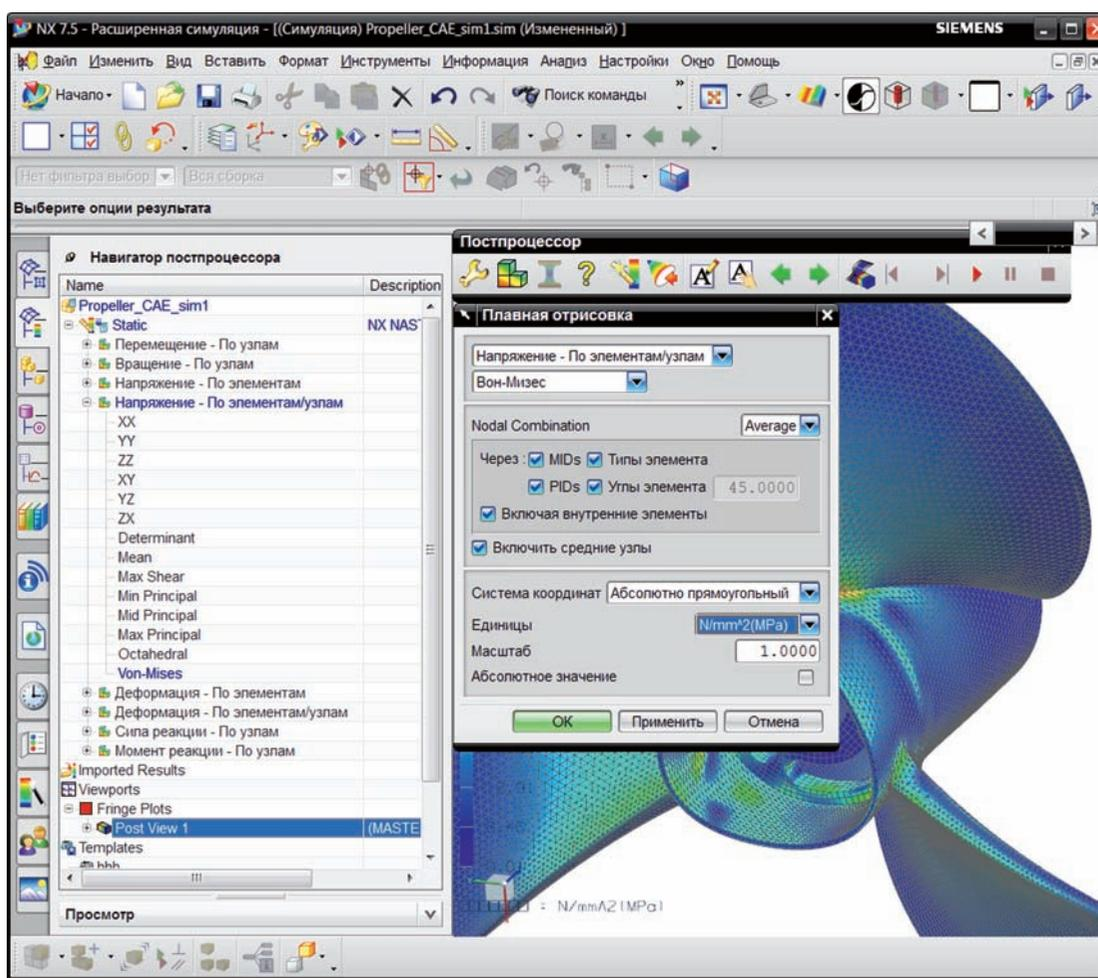

Рисунок 8.33
6.2. Для редактирования вида отображения результатов выберите команду **Установить результат (Set Result)** (панель инструментов **Постпроцессор (PostProcessing)**). В диалоговом окне укажите (рис. 8.33):